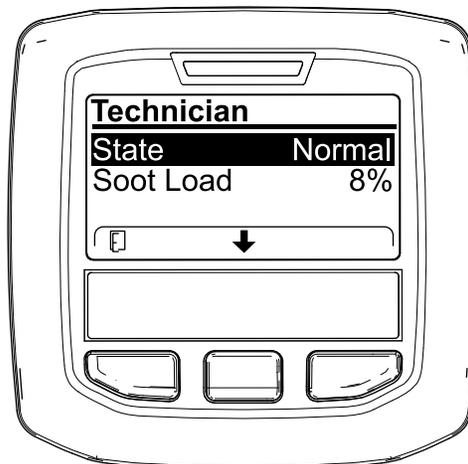

図 39
- DPF 稼働記録表で、現在の DPF の状態を確認する 図 39。